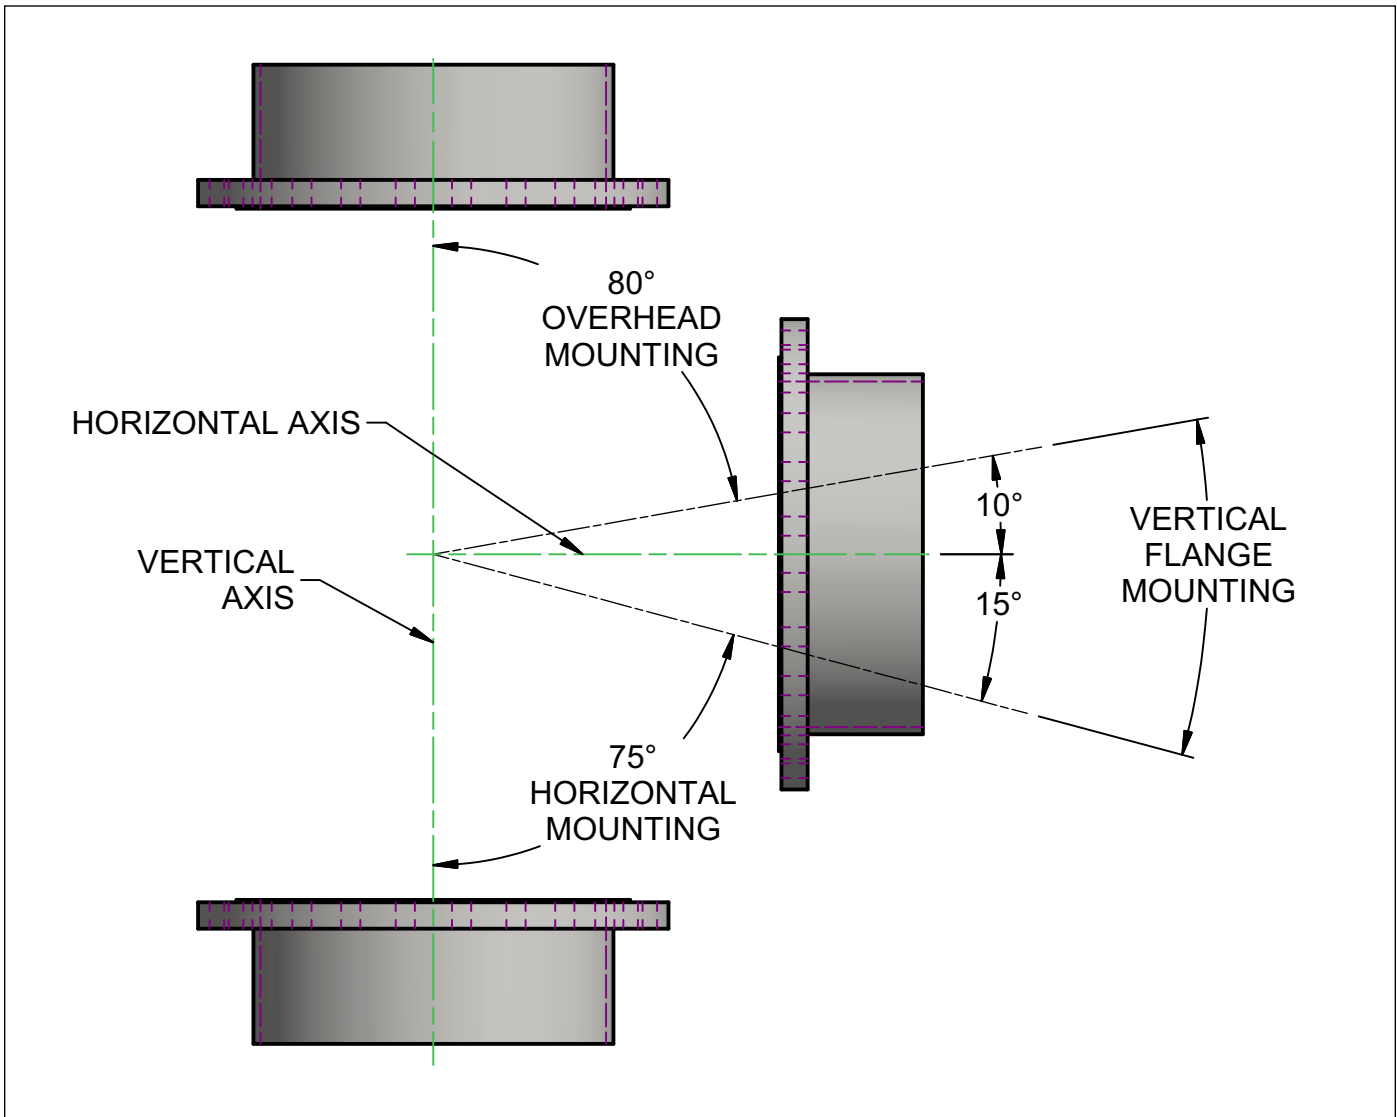

FIGURE 3-3. VARIANTES DE MONTAGE
anneaux de levage orientables opposés aux points d'ancrage et élingues (fournis par le client) adaptés au poids de la machine et élingue en angle. Voir Figure 3-3.
- Si l'épaisseur de la bride empêche l'utilisation des doigts de mise au point, bloquez la machine aux points d'ancrage au-dessus de la machine à l'aide d'au moins un anneau de levage orientables aux points d'ancrage et élingues (fournis par le client) adaptés au poids de la machine et élingue en angle. Voir Figure 3-3.
- Si l'épaisseur de la bride empêche l'utilisation des doigts de mise au point, bloquez la machine aux points d'ancrage au-dessus de la machine à l'aide d'au moins deux anneaux de levage orientables opposés aux points d'ancrage et élingues (fournis par le client) adaptés au poids de la machine et élingue en angle. Voir Figure 3-3.